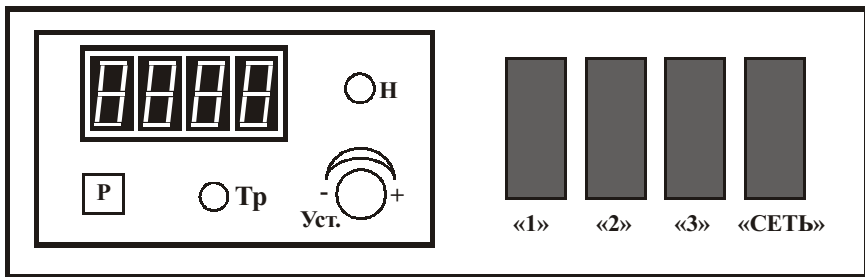

Рис. 2. Пульт управления
8. Включить тумблер «Сеть», При включении тумблера «Сеть» загорается цифровая шкала прибора терморегулятора ИТР (см рис.2) и индикатор нагрева «Н» в правом верхнем углу панели прибора. Нажимая и удерживая кнопку «Р» вращением ручки «Уст» устанавливают на цифровой шкале нужную температуру камеры. При этом загорается индикатор «Тр», указывающий на то, что включен режим настройки.
1. Выключить тумблер «3» (см. рис. 2).